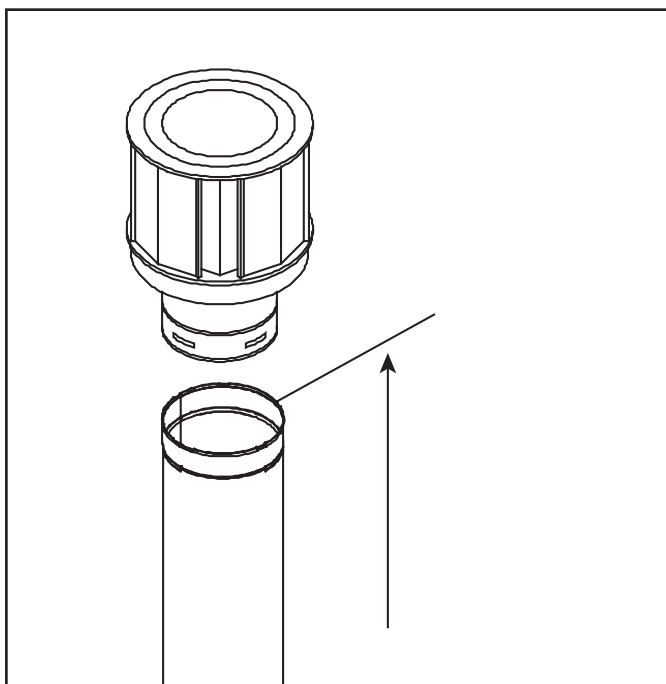

Figure 4.7. Mesure à l'extrémité supérieure de la dernière section du tuyau
- Les extrémités verticales doivent être mesurées à partir de l'extrémité supérieure de la dernière section du tuyau. Voir la Figure 4.7.
- Les modèles TRUE-36(NG/LP), TRUE-42(NG/LP) et TRUE-50(NG/LP) nécessitent au moins 914 mm (36 po) de conduit vertical avant d'ajouter un coude à l'appareil pour la configuration de l'évacuation à la figure 4.7.